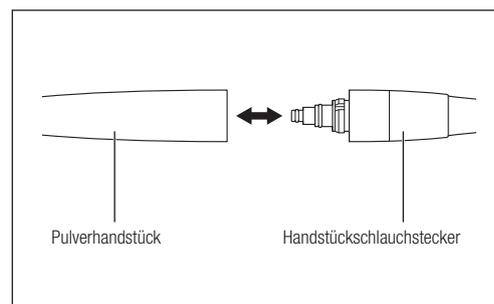

Abb. 9
- 2) Drücken Sie das Pulverhandstück gerade in den Handstückschlauchstecker (Abb. 9).